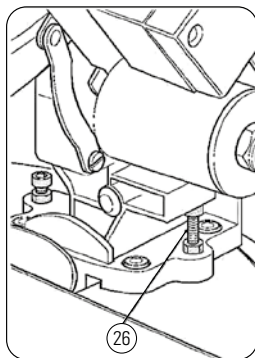

FIGURA 8.3
- Afrouxar o manipulô trava-ângulo (4) e mover a mesa superior de modo que a lâmina da serra esteja no ângulo de 90°;
- Afrouxar a contra porca do parafuso de ajuste e apertar o parafuso de ajuste no sentido horário ou anti-horário até alcançar 90°. Apertar a contra porca Figura 8.3;